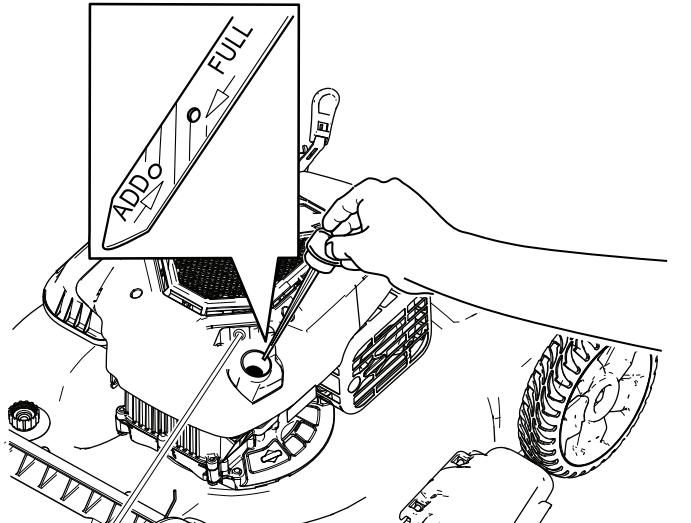

図 6
2. キャップを左に回してディップスティックを抜き取る**図 6**。
7. ディップスティックの目印で油量を点検する**図 6**。